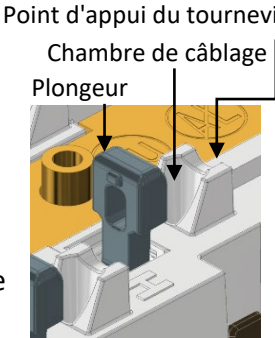

Fig. 1
- Each terminal consists of a plunger, a wiring chamber, and a screwdriver leverage point. See Fig. 1
- Fig. 1
- Cada terminal tiene un émbolo, una cámara de cableado y un punto de palanca para destornillador. Consulte Fig 1.